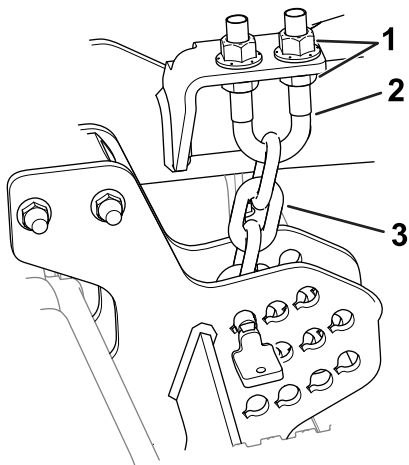

図 11
6. 刈高チェーンのUボルトの上側または下側についているジャムナットをゆるめる 図 11。